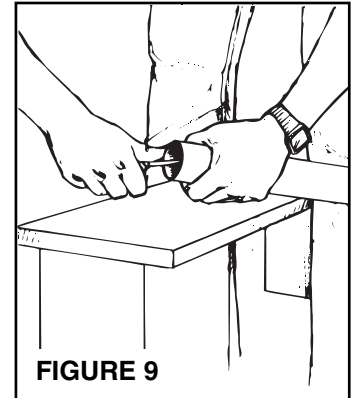

FIGURE 9
4. Voir la figure 9. Enlevez les bavures et les autres morceaux à l'intérieur et à l'extérieur du tuyau.